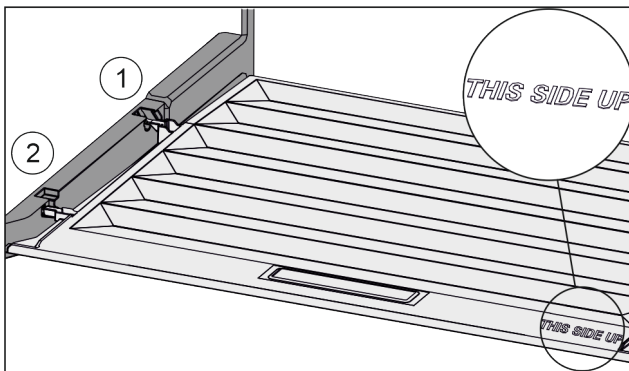

Fig. 94
- ▶ Inserire le nervature del coperchio attraverso l'apertura del supporto posteriore Fig. 94 (1) e innestare anteriormente nel supporto Fig. 94 (2).